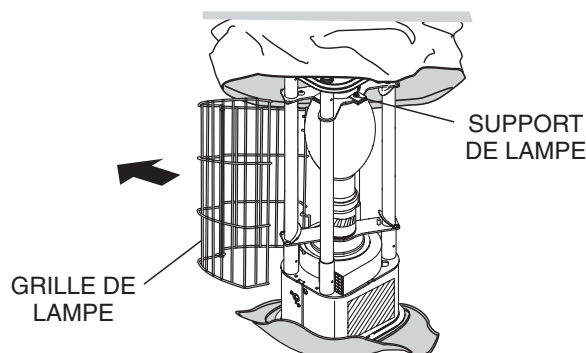

Figure 28. Retrait de la grille de la lampe
3. Enlever la grille de la lampe (Figure 28).